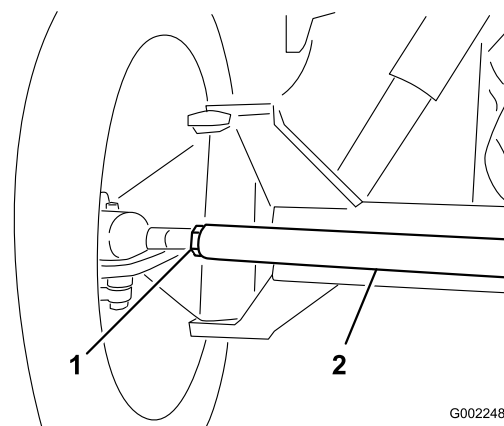

Figura 91
3. Si la distancia no está en el intervalo especificado, afloje las contratuerca en ambos extremos de la biela (Figura 91).